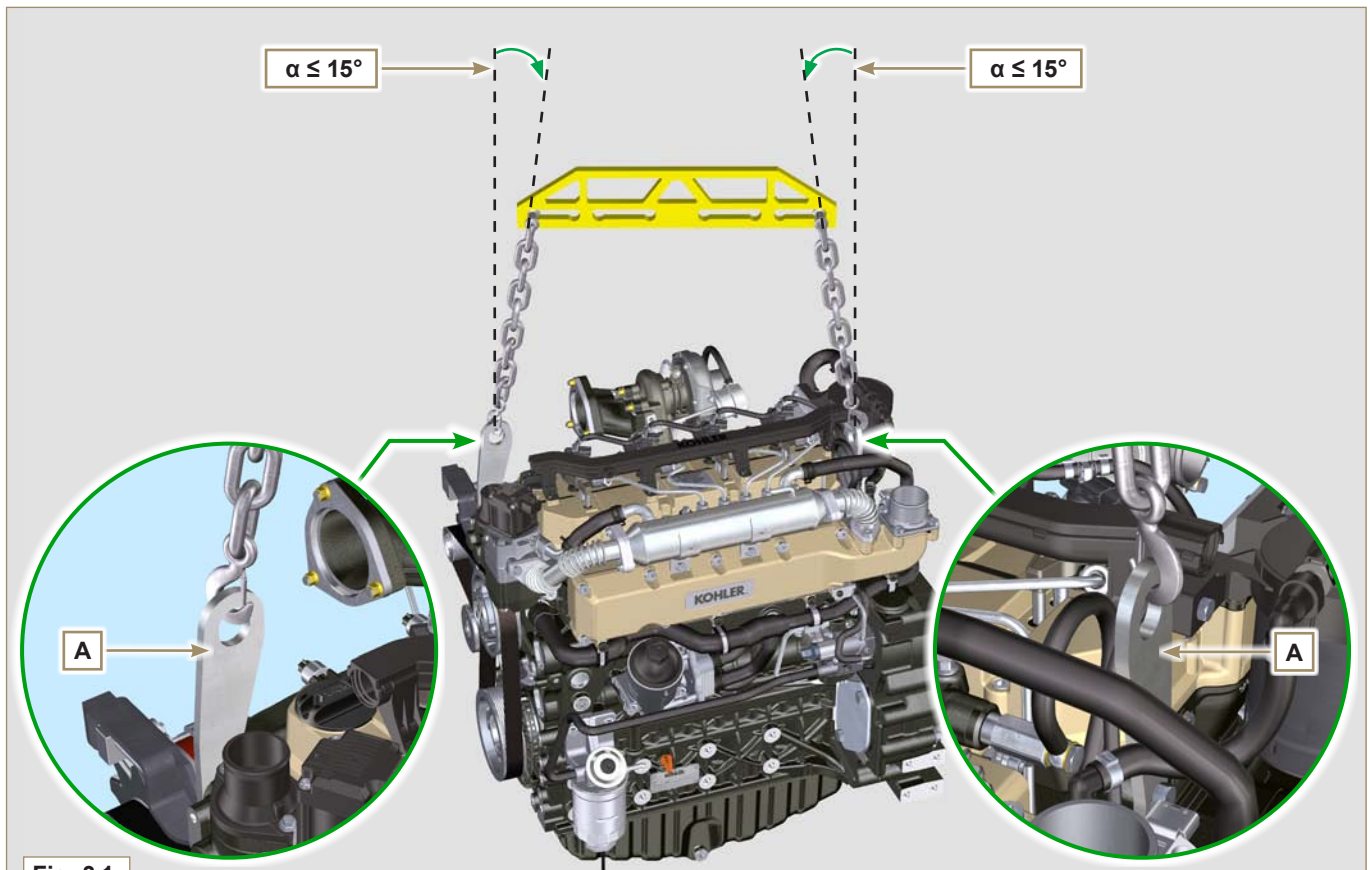

Fig. 3.1
- Für das Anheben des Motors alleine nur die beiden Aufhängeringschrauben **A** verwenden, die von **KOHLER** vorgesehen wurden (**Fig. 3.1**).